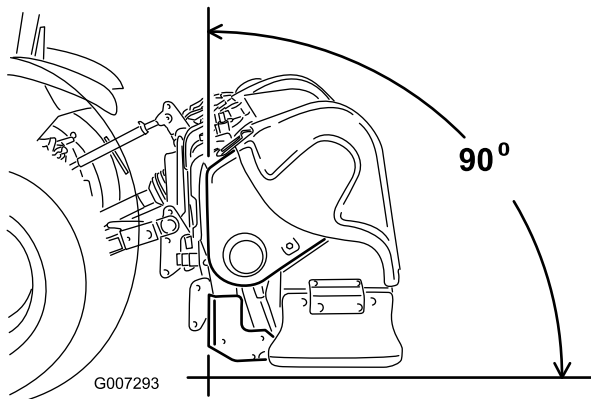

Figure 5
**Remarque:** Pour obtenir des trous d'aération de qualité optimale, l'avant de l'aérateur doit être vertical pendant le fonctionnement (Figure 5). Il peut être contrôlé en réglant le bras de liaison supérieur. Reportez-vous à la section Utilisation, pour de plus amples renseignements.